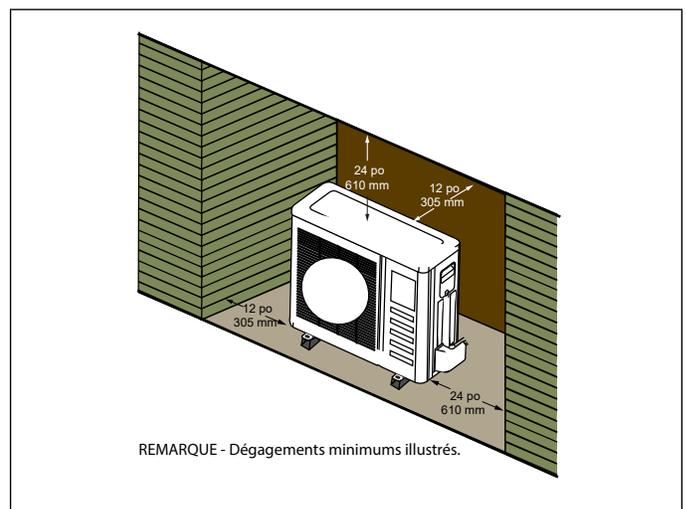

Figure 15. Unité installée dans une alcôve
- ou sous l'avancée d'un toit comme illustré à la « Figure 15. Unité installée dans une alcôve ».